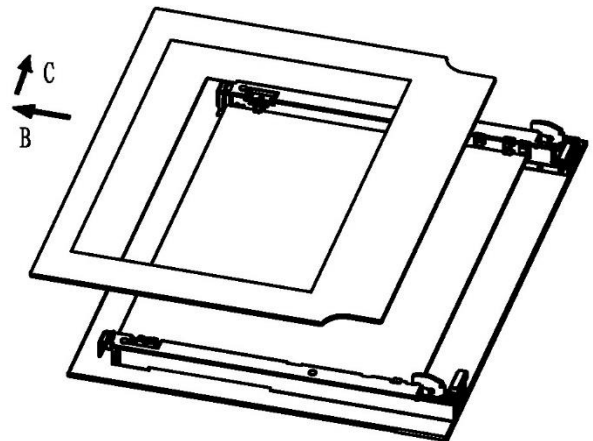

Fig. 2
2. Saque el vidrio interno lentamente (Fig. 2).